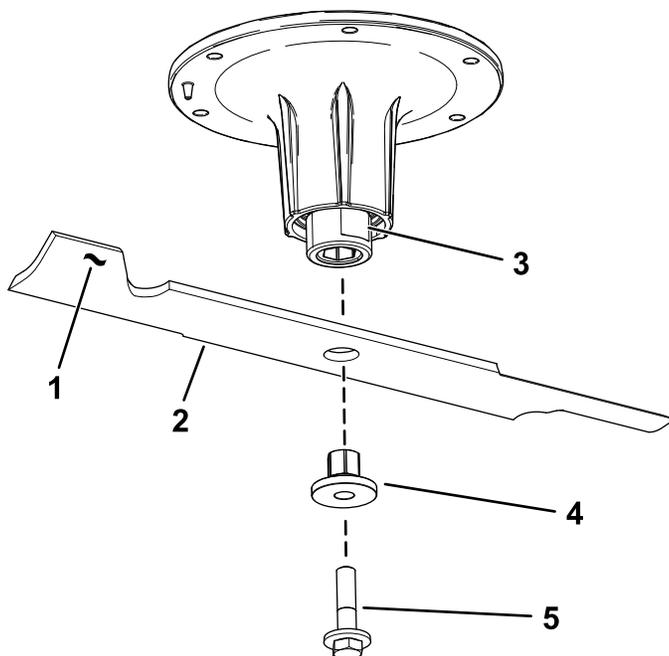

Рисунок 3
2. Снимите болт ножа, втулку и нож с вала шпинделя (Рисунок 3).